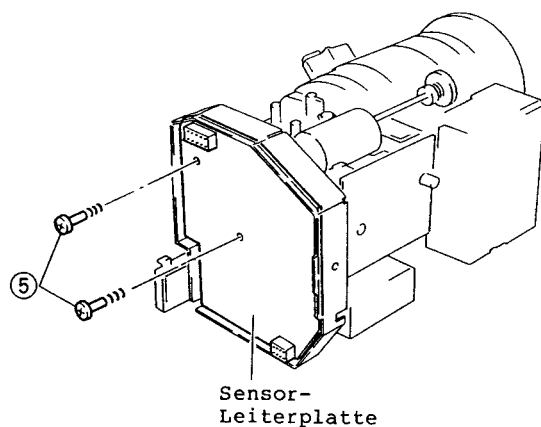

Abb. 2-27
3. Eine (1) Befestigungsschraube der Sensor-Abschirmabdeckung in Pfeilrichtung entfernen (siehe Abb. 2-27).